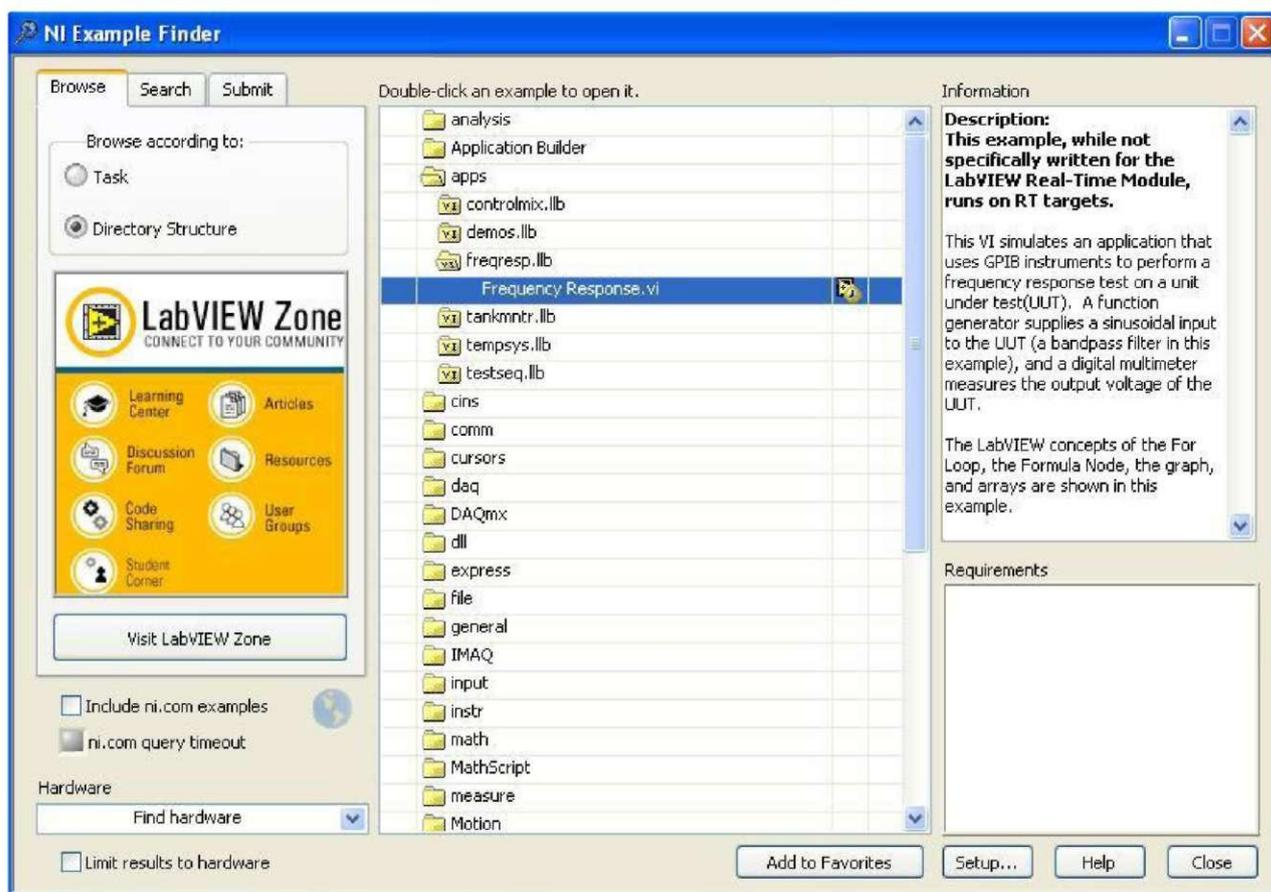

Рис. 1.1. Окно поиска примеров ВП
2. Выберите Find Examples. На экране появится диалоговое окно поиска примеров виртуальных приборов (ВП) (рис. 1.1), разбитых по категориям.